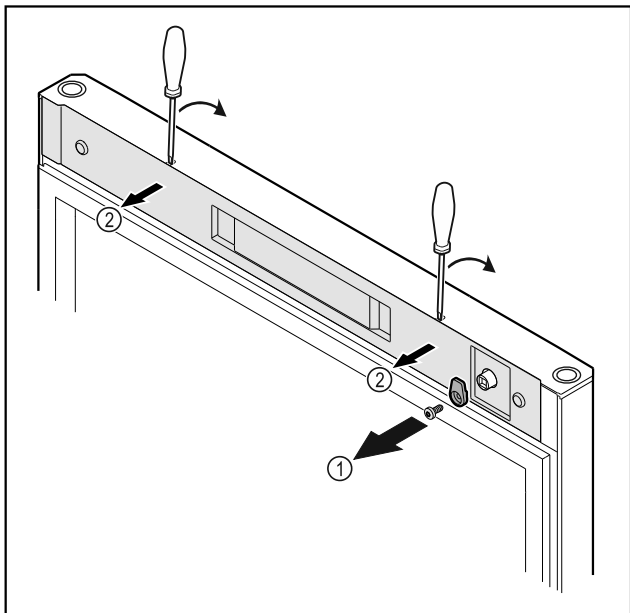

Fig. 12*
- Lironi vidat e grepit të mbylljes Fig. 12 (1)*
- Nxirrni nga foleja kapakun mbulues Fig. 12 (2) me një kaçavidë të vogël dhe hiqeni.*